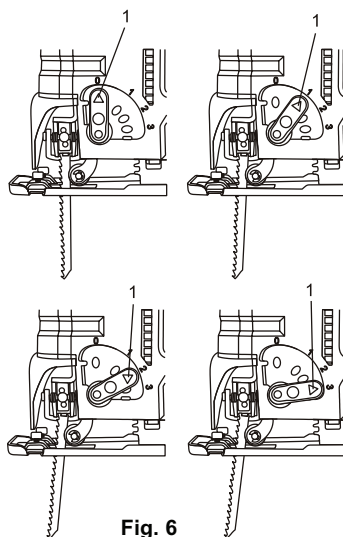

Fig. 6
Pour régler l'angle de coupe orbitale, tournez le levier de coupe orbitale vers l'avant ou l'arrière pour obtenir la position désirée (1) (Fig. 6).